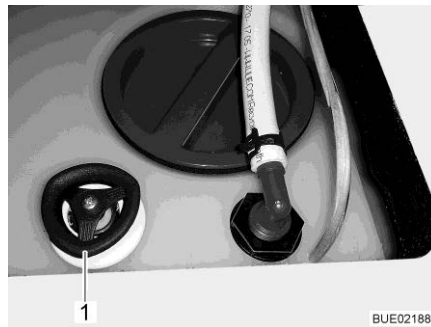

Bild 169 Wassertank mit Drehgriff
- Auf dem Wassertank den Drehgriff (Bild 169,1) im Uhrzeigersinn bis zum Anschlag drehen.
- Auf dem Wassertank den Drehgriff (Bild 169,1) entgegen dem Uhrzeigersinn bis zum Widerstand drehen. Das Wasser läuft bis auf eine Restmenge von 60 l aus.